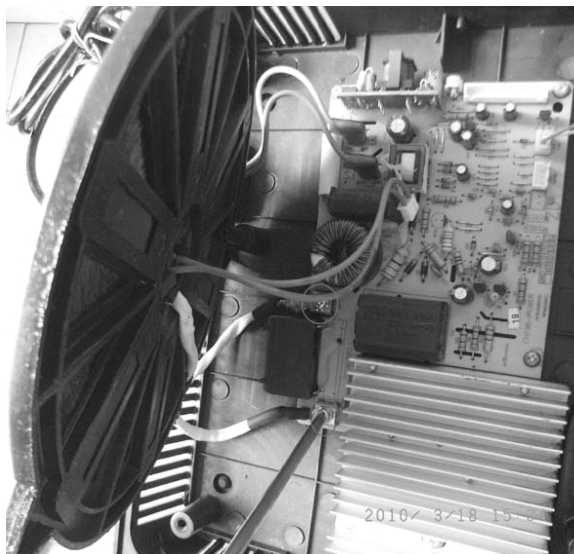

图 3-19 拆下锅底励磁线圈的引线接线柱固定螺钉
- 5) 拆下锅底励磁线圈的引线接线柱固定螺钉，如图 3-19 所示。